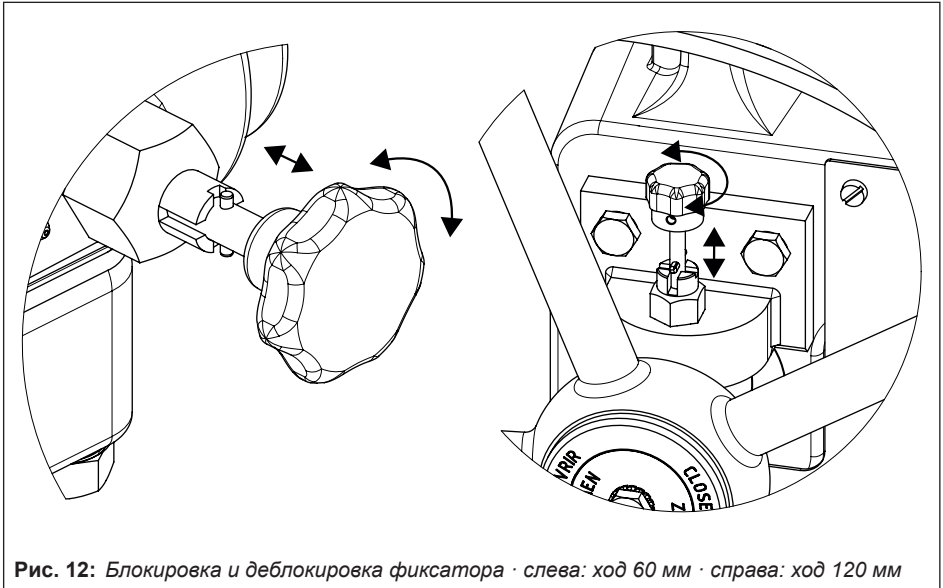

Рис. 12: Блокировка и деблокировка фиксатора · слева: ход 60 мм · справа: ход 120 мм
1. Для перехода из автоматического режима в ручной деблокируйте маховик. Для этого извлеките фиксатор и поверните на 90°, см. рис. 12.
4. Заблокируйте маховик: поверните фиксатор не менее чем на 90° до щелчка, см. рис. 12.
1. Для разблокировки маховика извлеките фиксатор и поверните на 90°, см. рис. 12.
3. Для блокировки маховика поверните фиксатор не менее чем на 90° до щелчка, см. рис. 12.